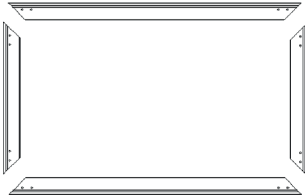

Abb.3
1. Coloque los 4 marcos de aluminio sobre el suelo blando (2 horizontales y 2 verticales) paralelos entre sí formando un rectángulo (Fig. 3). Deslice dos conectores de esquina en cada extremo de un tirante horizontal e inserte los dos tirantes verticales en la parte superior (fig.4,5 y 6).